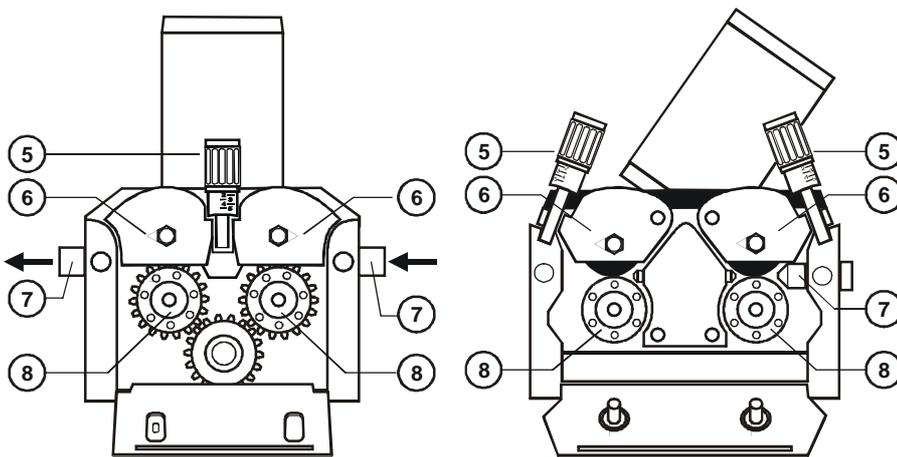

Рис.8 – Мотор 50W 4 ролика
- Проволока должна быть проведена вручную на несколько сантиметров через валки (поз.8-рис.8 и 9) направляющая для проволоки (поз.7-рис.8 и 9). После этого закройте тяговые рычаги (поз.5/6-рис.8 и 9), и проверьте правильность расположения проволоки на канавках ролика подачи.
- Окончательную регулировку усилия прижима механизма подачи проволоки (поз.5-рис.8 и 9) проводите во время работы двигателя подачи (проволока должна подаваться без скольжения). Устанавливайте минимальное усилие прижима в целях предотвращения деформации проволоки